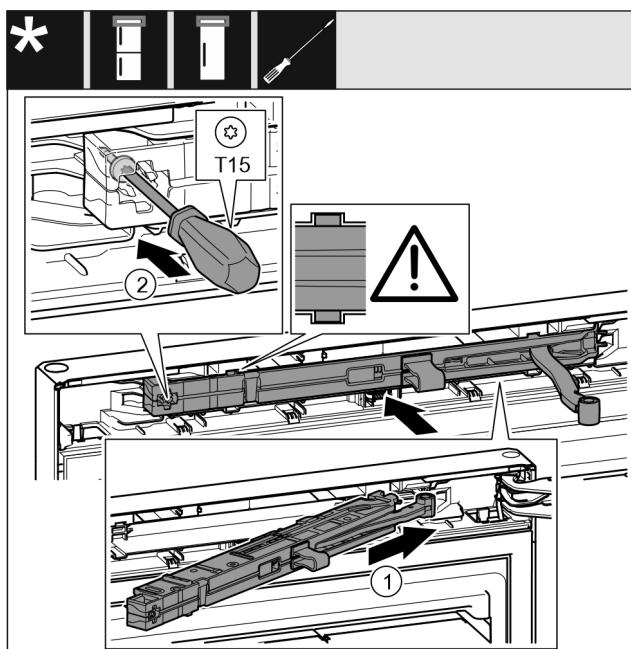

Fig. 69
- Schließdämpfereinheit Fig. 69 (1) auf der Lagerbockseite bis zum Anschlag schräg in die Aussparung einschieben.
- Schraube Fig. 69 (2) mit einem Schraubendreher festschrauben.